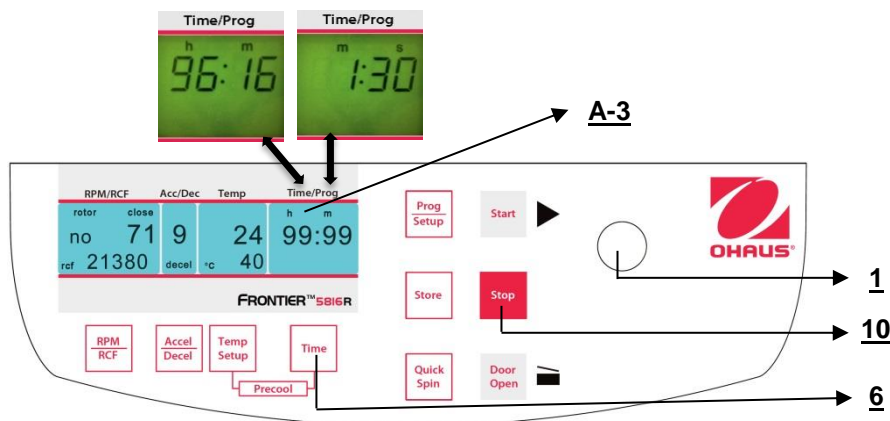

Abbildung 17
3. Der dauerhafte Betrieb **"cont"**, der durch die Taste **"Stop"** (10) unterbrochen werden kann (siehe Abbildung 17).
Um den gewünschten Wert einzustellen, benutzen Sie den Anpassknopf (1). Nachdem 59 min 50 sec überschritten werden, wechselt die Anzeige automatisch auf **"h : m"**. Nachdem 99 hours 59 min überschritten werden, erscheint das Wort **"cont"** in der Anzeige **"Time/Prog"** (A-3). Dieser dauerhafte Betrieb kann nur durch Drücken der Taste **"Stop"** (10) unterbrochen werden. Der Countdown beginnt so bald die eingestellte Geschwindigkeit erreicht ist. Die Anzeige zeigt immer die verbliebene Zeit. (Siehe Abbildung 17)